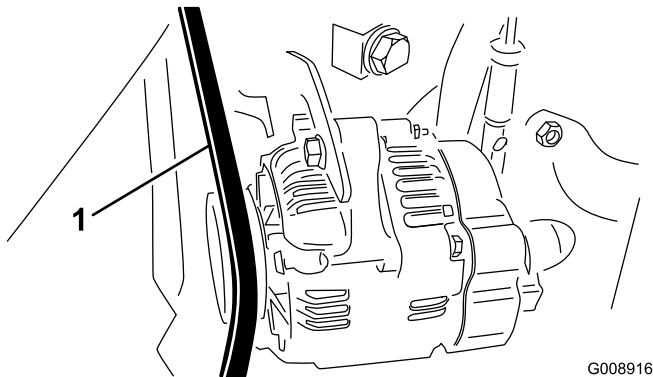

Bild 69
2. Prüfen Sie die Spannung, indem Sie eine Kraft von 30 N-m in der Mitte zwischen der Lichtmaschine und den Kurbelwellenscheiben ansetzen (Bild 69).